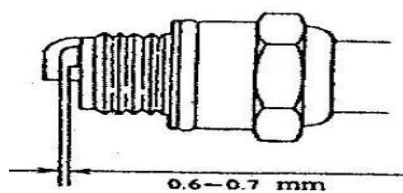

Fig. 16
(2) Топливное обслуживание
(3) Воздушный фильтр после каждой операции следует очищать. Грязь, накопившаяся на губке губки уменьшает машинную энергию.
c. Промежуток искры 0.6--0.7mm. как показано в Fig16.